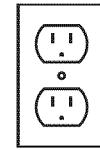

Figure 17 - Raccordement approprié de la fiche à trois broches
3. Cette tondeuse doit être mise à la terre pendant l'utilisation afin de réduire les risques de blessure attribuables à un choc électrique. La tondeuse est dotée d'un cordon électrique approuvé à trois conducteurs et d'une fiche à trois broches convenant à une prise avec mise à la terre. Le fil vert ou vert et jaune du cordon d'alimentation est le fil de mise à la terre. Ne branchez jamais le fil vert ou vert et jaune à une borne sous tension. Consultez la Figure 17 pour la configuration de la fiche.